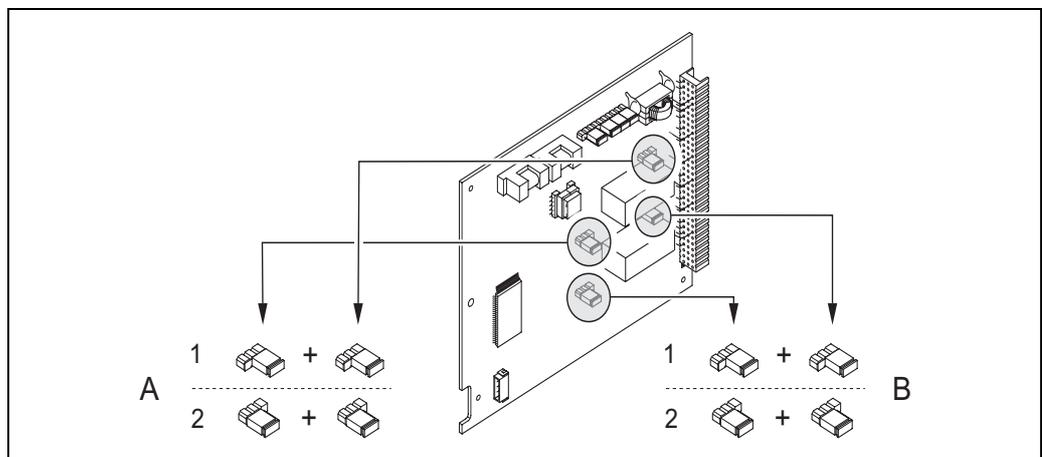

Fig. 55: Configurazione dei contatti relè (NC / NA) per la scheda del modulo fisso
3. Posizionare i ponticelli → Fig. 55, Fig. 56